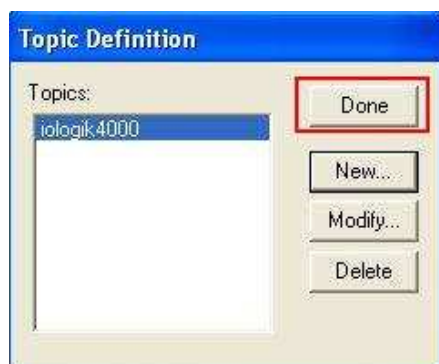

Рис. 6
2.5 В появившемся окне нажмите **Done** для сохранения и применения выбранных настроек (Рис. 6):